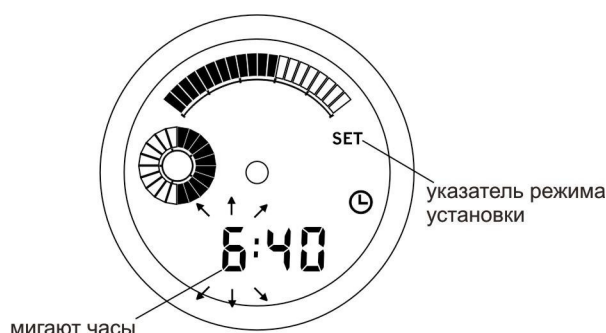

Рисунок 3.8
3.2.8.2 Для установки времени включения звукового сигнала будильника, текущего времени необходимо включить индикацию времени согласно 3.2.2. Далее длительным нажатием кнопки 2 (УСТАНОВКА) включается установка времени включения звукового сигнала будильника. При этом мигают цифры часов установки сигнала будильника и индицируется указатель режима установки – SET (рисунок 3.8).